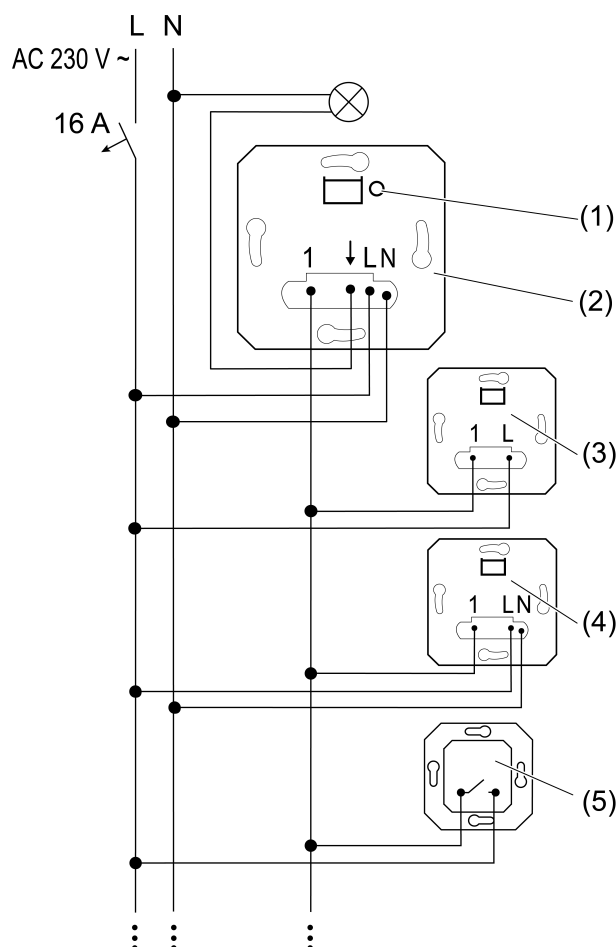
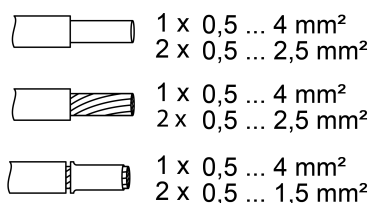

Figure 1: Schéma de raccordement avec postes auxiliaires en option
Figure 2: Section de conducteur serrable
- Raccorder le mécanisme de commutation (2) conformément au schéma de raccordement (Figure 1). Lors de cette opération, respecter les sections transversales de conducteur pouvant être bloquées (Figure 2).
- Raccorder le poste auxiliaire bifilaire (3), le poste auxiliaire trifilaire (4) et le bouton-poussoir, contact normalement ouvert (5) en option.
- Actionner brièvement la touche **TEST** (1) pour commuter la charge.